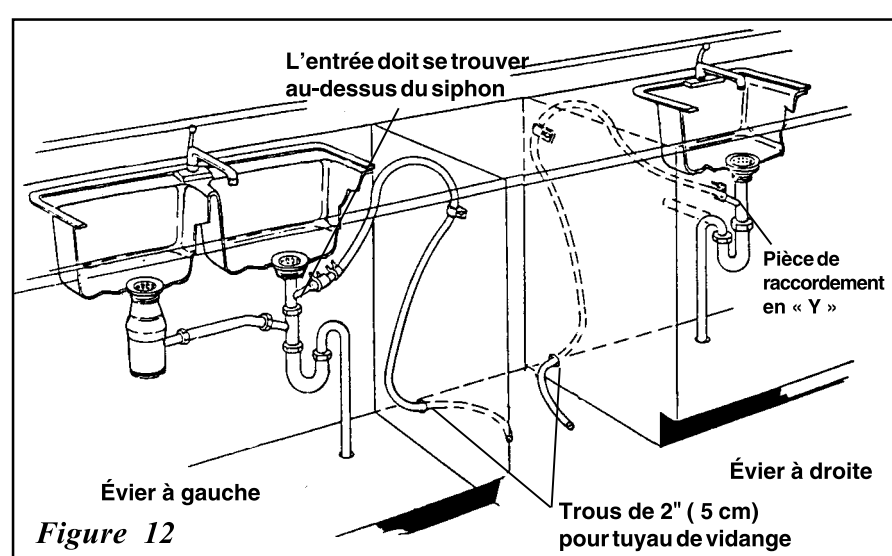

Figure 12
- Reportez-vous aux figures 12, 13 et 14 pour connaître les différents moyens de raccorder le lave-vaisselle au système de vidange. Choisissez la méthode qui convient le mieux à vos besoins.
- Si vous raccordez le lave-vaisselle au tuyau de vidange de l'évier, l'orifice d'entrée devra se situer au-dessus du siphon. L'achat d'une pièce de raccordement en « Y » et d'un ensemble de raccords (non compris) facilitera cette méthode de raccordement et vous permettra d'obtenir tous les raccords et toutes les instructions dont vous avez besoin. (Reportez-vous à la figure 12.)